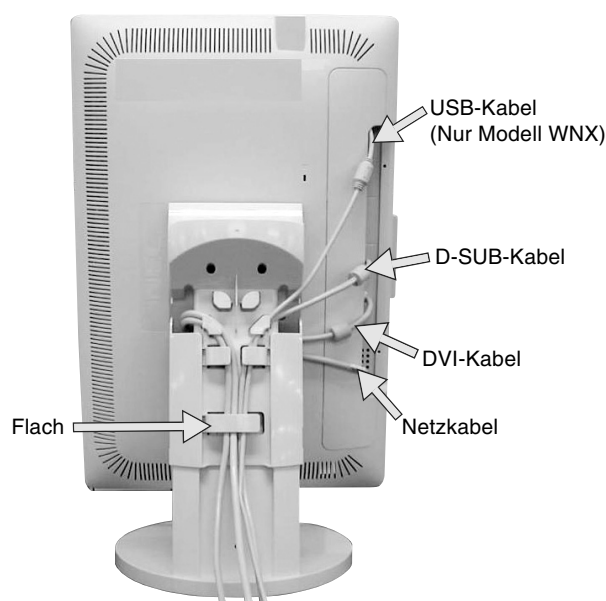

Abbildung C.6
8. Legen Sie die Kabel in der folgenden Reihenfolge in die Kabelführung: Zunächst das Netzkabel, dann das DVI-Kabel (**Abbildung C.6**).
9. Führen Sie das DVI-Kabel und das Netzkabel durch die in **Abbildung C.6** angegebenen Halterungen.
10. Führen Sie das D-Sub- und das USB-Kabel durch die in **Abbildung C.6** angegebenen Halterungen (USB-Kabel: Nur Modell WNX).
12. Sorgen Sie dafür, dass alle Kabel flach am Fuß anliegen (**Abbildung C.6**).